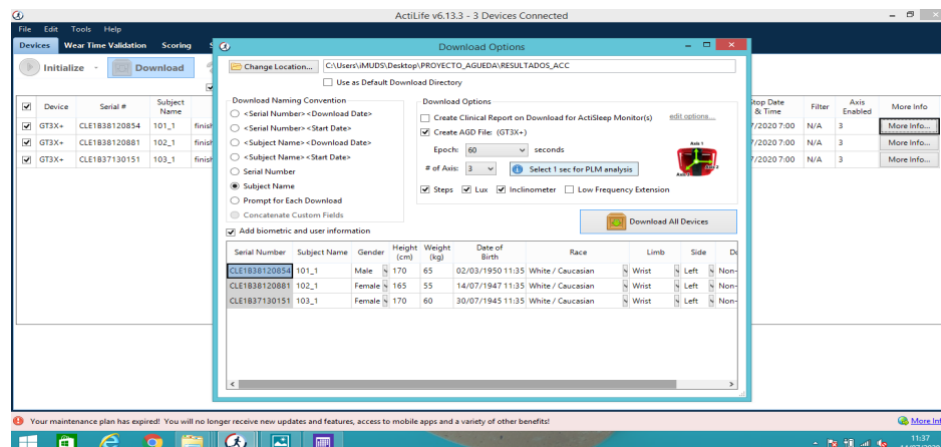

Figura 4. Pantalla de descarga dispositivos.
3. Verifique que la casilla frente al dispositivo esté marcada y seleccione “Descargar” en la barra de menú. Se abrirá un cuadro de diálogo que mostrará las opciones de descarga como se ve en la figura 4. Siga las siguientes indicaciones: